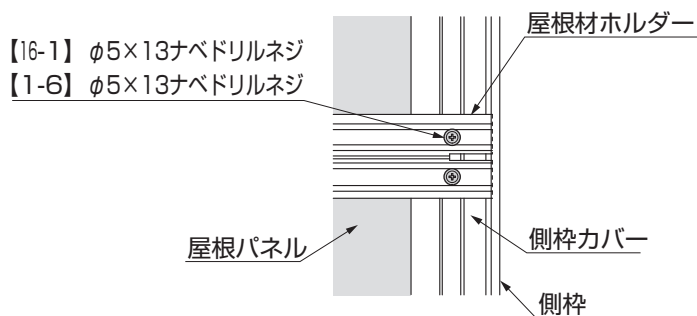

図5-9
- 側枠カバー側のネジだけを固定して、反対側は次の屋根パネルとアーチカバーを取付けた後で固定してください。（図5-9参照）